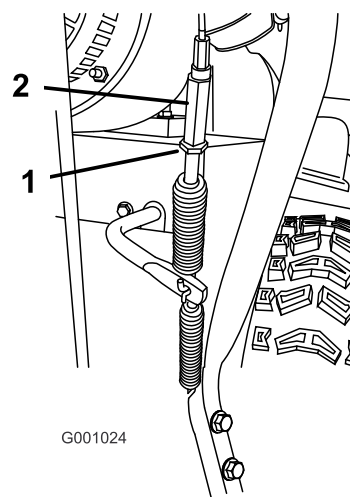

Figure 20
1. Desserrez l'écrou de blocage (Figure 20).
2. Desserrez ou serrez le tendeur de réglage de la tension du câble (Figure 20).